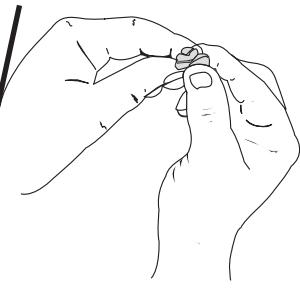

Fig. 40
- Apriete el filtro para esparcir y retirar el exceso de aceite (Fig. 40).